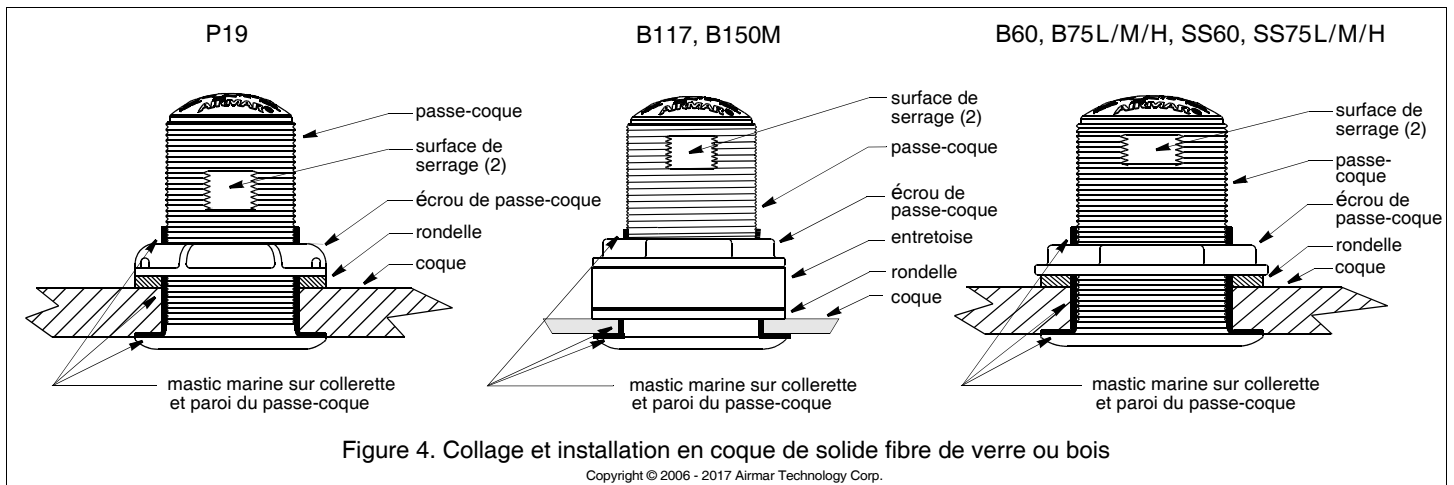

Figure 4. Collage et installation en coque de solide fibre de verre ou bois
Appliquez une couche de mastic d'étanchéité marine de 2 mm (1/16") d'épaisseur sur tout le pourtour de la collerette du passe-coque devant être en contact avec la coque et sur la paroi verticale du passe-coque (voir Figure 4 ou 5). Le mastic doit couvrir une hauteur de 6 mm (1/4") au-dessus de l'épaisseur cumulée de la coque, de la ronce, de toute entretoise éventuelle et de l'écrou du passe-coque. Cette précaution garantit la présence de mastic sur le filetage au travers de la coque et le maintien en place de l'écrou de passe-coque.
2. Depuis l'intérieur de la coque, glissez la rondelle sur le passe-coque (voir Figure 4 ou 5).